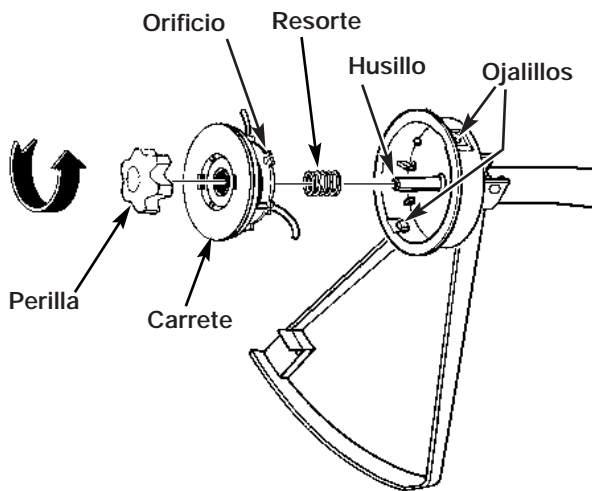

Fig. 14
1. Girar la perilla en sentido contrario de las manecillas del reloj y sacarla (Fig. 14).
7. Instalar el resorte sobre el husillo. Insertar cada extremo de la línea a través de uno de los ojillos de la caja (Fig. 14).